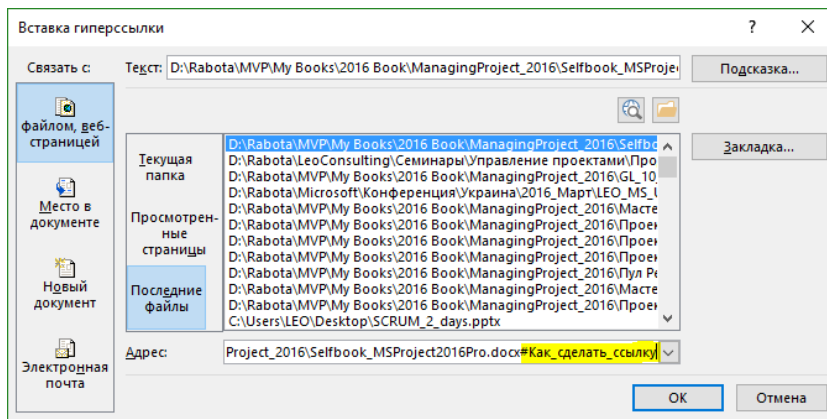

Рисунок 14.30 – Поле «Адрес Гиперссылки»
4. В окне «Изменение гиперссылки» находим нужный документ, в адресной строке добавляем «#имя_закладки» и нажимаем «ОК» (см. рисунок 14.30).